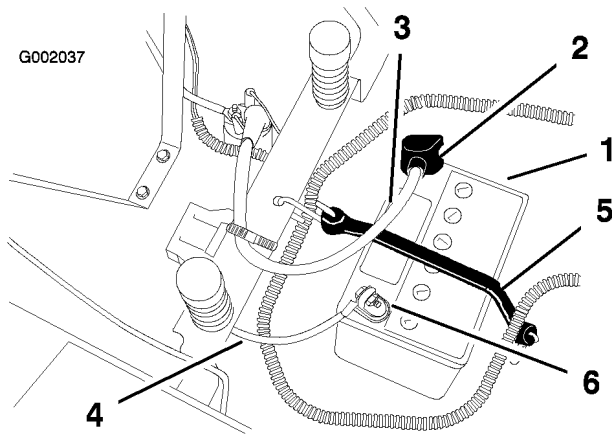

Bild 31
4. Klemmen Sie das Minuskabel (schwarz) vom Batteriepol ab (Bild 31).
5. Schieben Sie die Gummiabdeckung am Pluskabel (rot) nach oben. Klemmen Sie das Pluskabel (Rot) vom Batteriepol ab (Bild 31).
6. Nehmen Sie die Batterieklemme ab (Bild 31) und heben Sie die Batterie aus dem Ständer heraus.
4. Befestigen Sie die Kabel mit zwei Schrauben (1/4 x 3/4 Zoll), Scheiben (1/4 Zoll) und Muttern (1/4 Zoll) (Bild 31).
6. Befestigen Sie die Batterie mit der Befestigung (Bild 31).
1. Stellen Sie die Batterie in ihren Ständer, wobei die Pole vom Armaturenbrett weg weisen müssen (Bild 31).